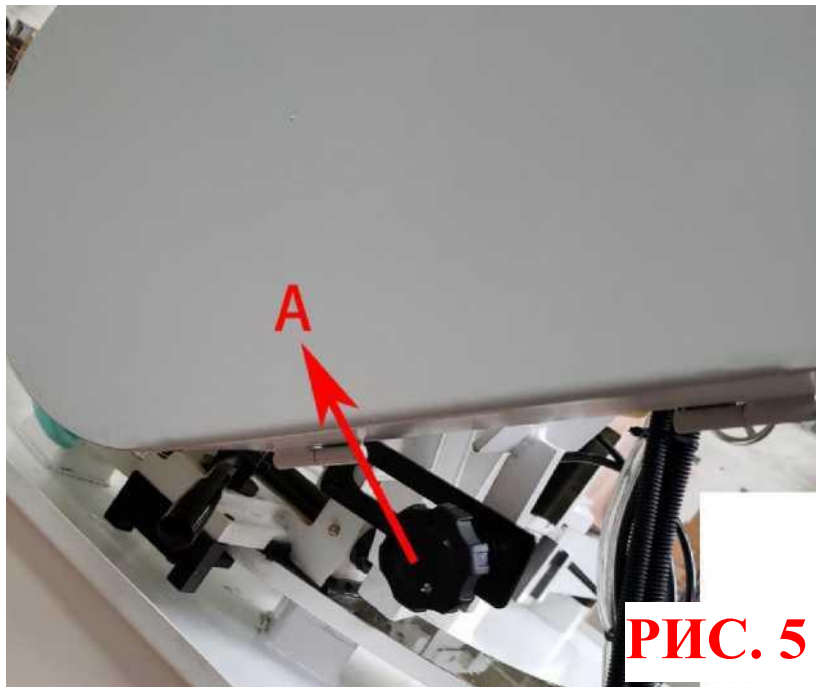

РИС. 5
3. Ослабьте натяжение ремня, для этого поверните маховичок натяжения (A) Рис. 5 против часовой стрелки и поднимите двигатель и выдвиньте вперед.